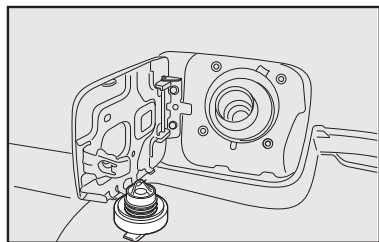

fig. 129
– Após a retirada da tampa, encaixe-a no suporte existente na portinhola **fig. 129**.